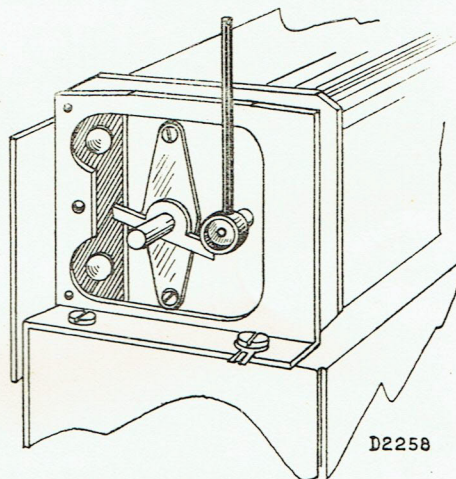

Fig. 4
2. Adapter le calibre de 15° (fig. 4) tourner le